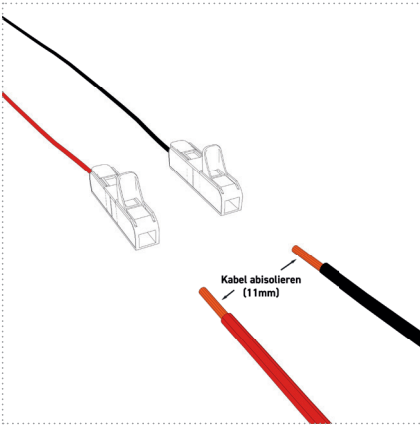

Abbildung: 20
2. Isolieren Sie die bordseitigen Anschlusskabel 11 mm ab (Abbildung 20).
3. Schließen Sie anhand *Tabella 17 +18* die 2 Kabel (Spannungsversorgung und Signal) der UV-Einheit mittels den im Lieferumfang enthaltenen Verbindungsklemmen an die Spannungsversorgung u. Pumpe an (Abbildung 20+21).